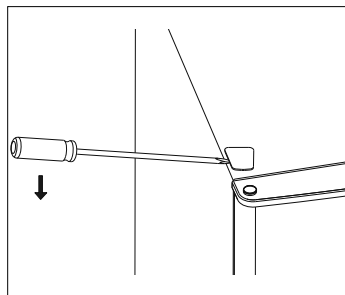

Rys. 3
- Ustaw regulator temperatury (3) w pozycji „0”. Wyciągnij wtyczkę sieciową z gniazdka.
- Zdejmij osłonę zawiasu (1) z prawej strony, np. za pomocą płaskiego śrubokręta (patrz **Rys. 3**).